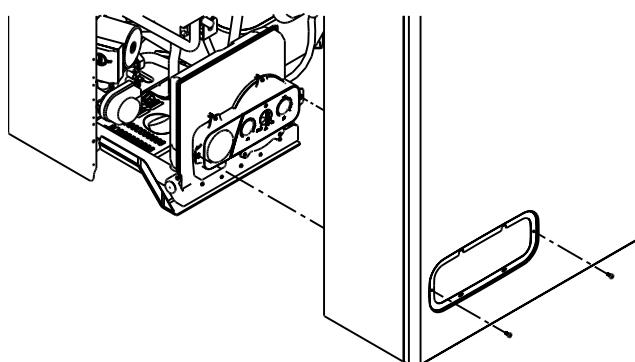

Fig. 3.3
- destornillar los tornillos de fijación de la cubierta (fig. 3.3)
- desaparafuse os parafusos de fixação do revestimento (fig. 3.3)